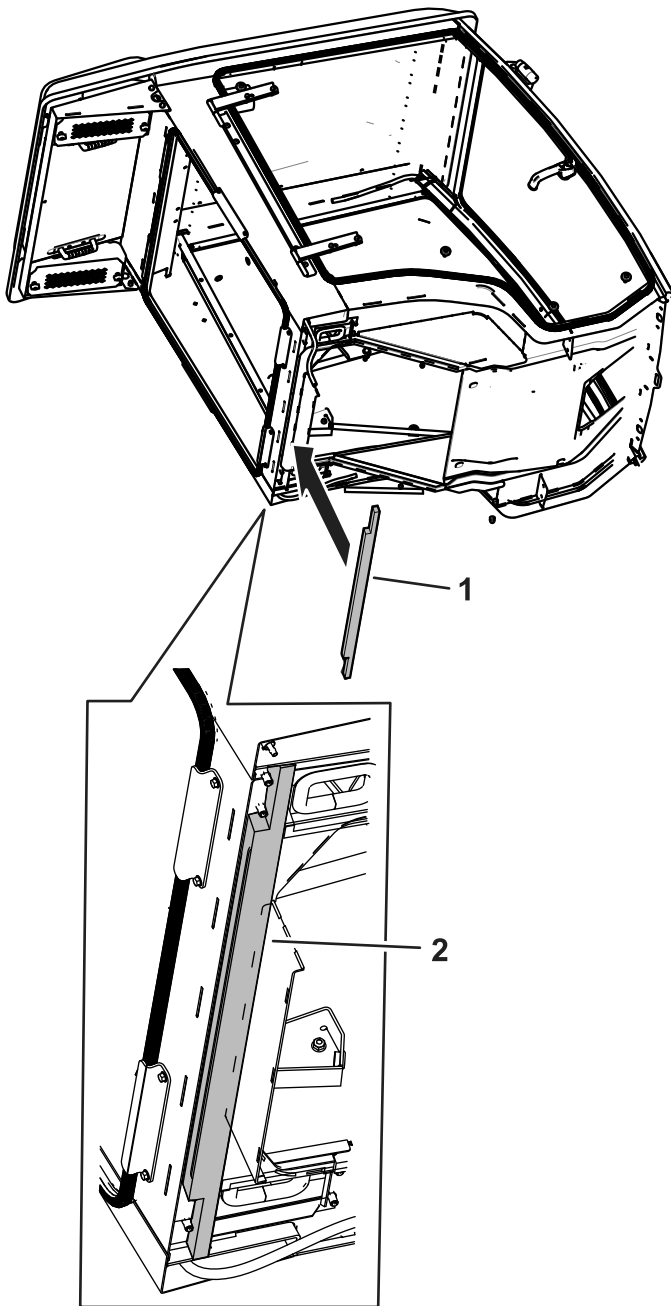

**Figura 12**
3. Utilice un polipasto para sujetar la cabina y conecte el polipasto a los 4 puntos de elevación de la cabina (Figura 12).
4. Eleve la cabina con un polipasto (Figura 12).